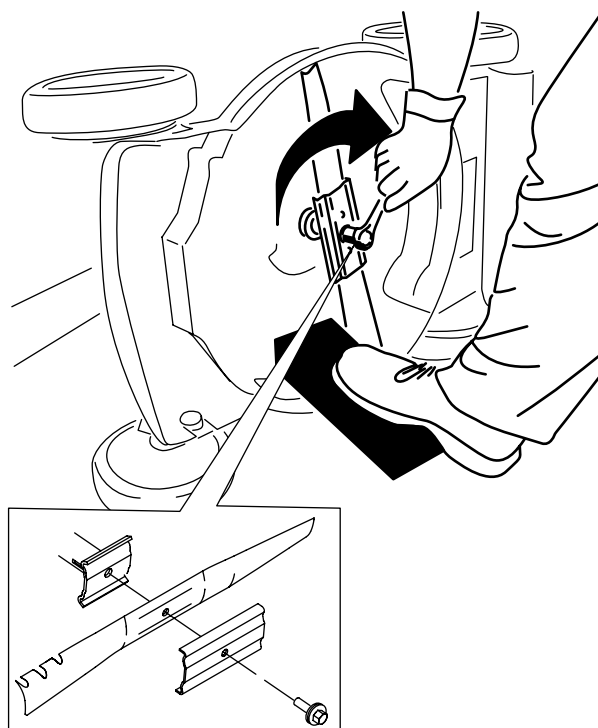

Figure 29
5. Montez la nouvelle lame et toutes les fixations (Figure 29).